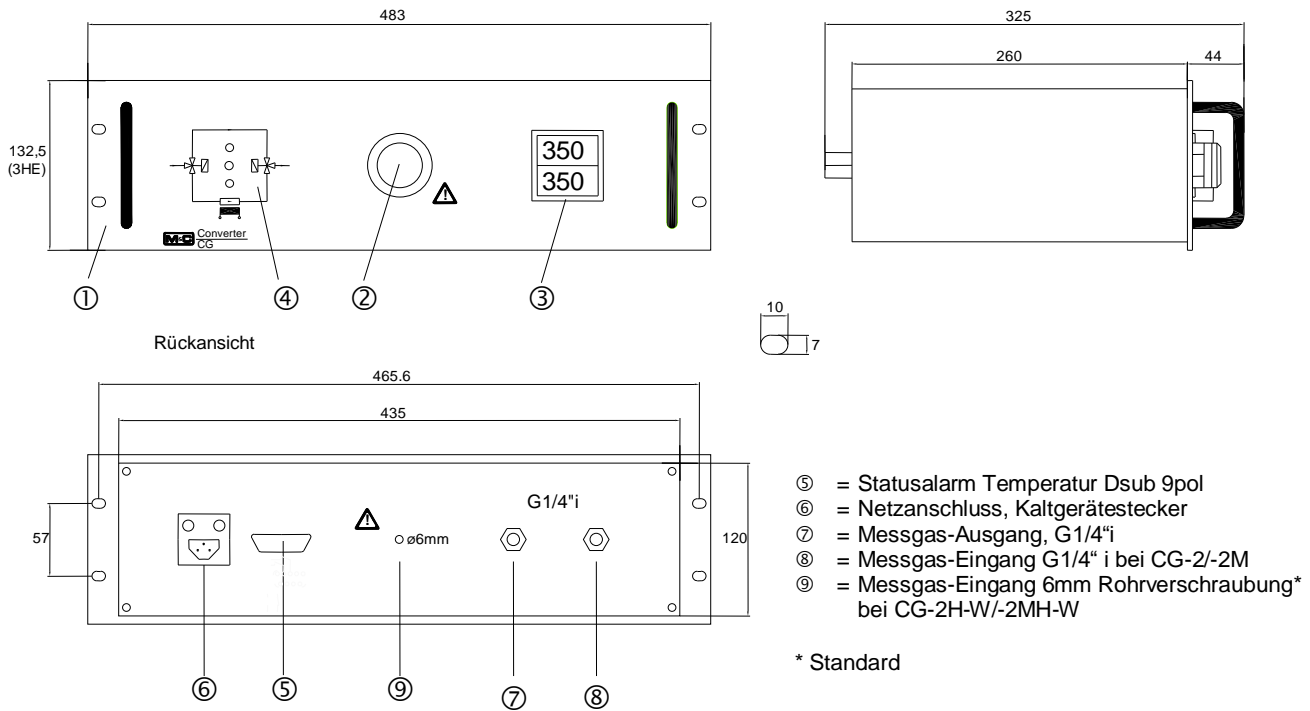

Abbildung 4 CG-2 und CG-2M
Abbildung 4 zeigt die Konvertereinheit Version **CG-2** und **CG-2M** im 19"-Einschubgehäuse.
Die **M&C** Gas-Konverter Typ **CG-2** und **CG-2M** sind als kompakte, bediener- und servicefreundliche 19"-Einschübe ① (Abb.4) ausgeführt und für den Einbau in 19"-Schranksysteme geeignet. Ausgerüstet mit einem optional erhältlichen Montagewinkel mit vertikal drehbarer Halterung (Art. Nr. 50 A 3000) ist ebenfalls eine Wandmontage des Konverters möglich.